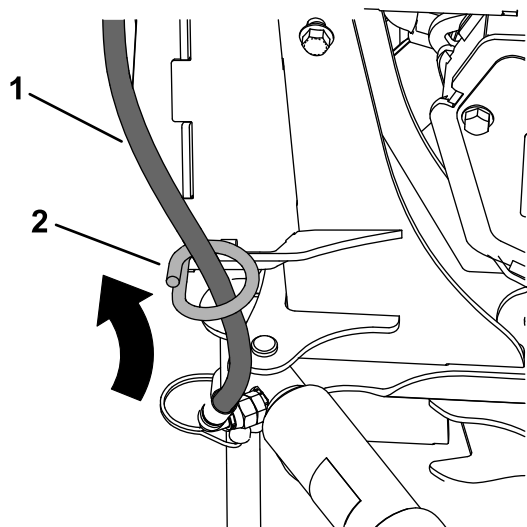

Figure 11
9. Faites passer les flexibles dans les guides sur les côtés gauche et droit du triangle d'attache rapide de la brosse (Figure 11).